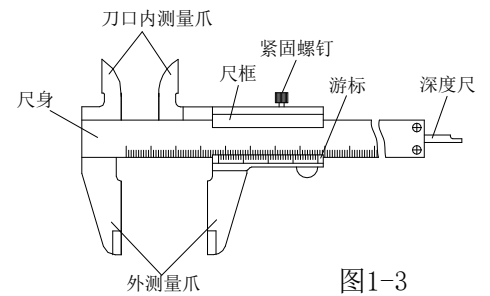

图1-3
(3) 三用卡尺的内量爪带刀口形，用于测量内尺寸；外量爪带平面和刀口形的测量面，用于测量外尺寸；尺身背面带有深度尺，用于测量深度和高度（图 1-3）。